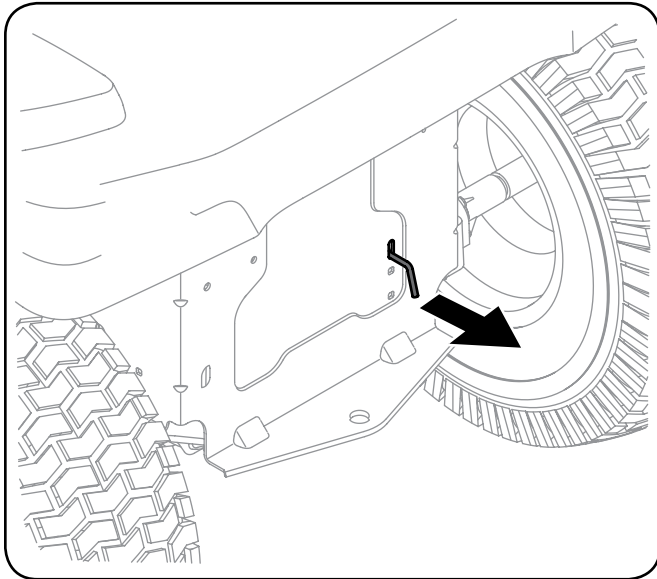

Figura 1
1. Acople las varillas de derivación de la transmisión para mover el tractor manualmente sin ponerlo en marcha. Las varillas de derivación de la transmisión están ubicadas en la parte trasera del tractor, sobre el chasis. Acople la varilla de derivación tirando hacia afuera. Vea la Figura 1.
2. Después de mover el tractor, desacople la varilla de derivación empujando la varilla hacia adentro. Vea la Figura 1.